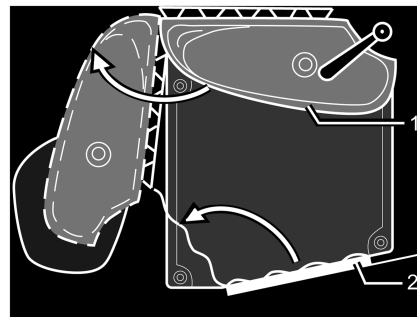

Fig. 231 Toilettes Vario
- Tourner le lavabo avec la paroi arrière (Fig. 231,1) dans le sens de la flèche.
- Pénétrer le cabinet de toilette et fermer et verrouiller la porte des toilettes (Fig. 231,2) de l'intérieur.